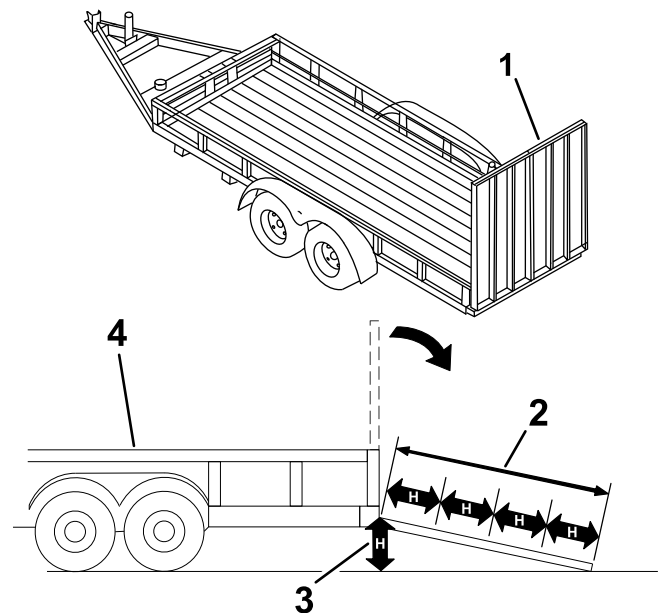

Bild 19
Beim Verladen einer Maschine auf einen Anhänger oder Pritschenwagen erhöht sich die Gefahr, dass die Maschine umkippt und schwere oder tödliche Verletzungen verursacht (**Bild 19**).
3. Senken Sie die Rampe ab (Bild 19).